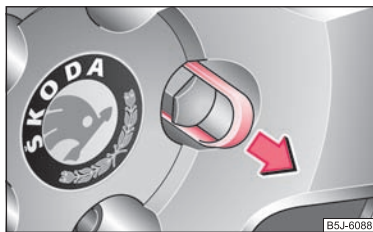

Abb. 149 : Abdeckkappe von der Radschraube abziehen
- Ziehen Sie die Kappe mit der **Kunststoffklammer** ab ⇒ Seite 190, Abb. 149.